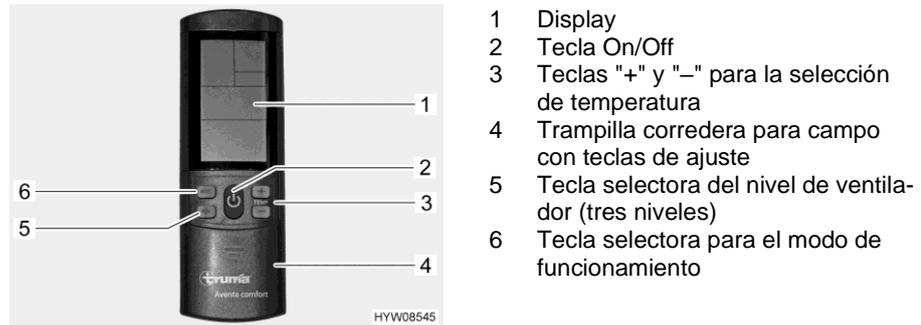

Fig. 137 Mando a distancia (instalación de aire acondicionado)
Conectar: ■ Pulsar la tecla On/Off (Fig. 137,2). Se aceptarán los ajustes seleccionados más recientemente.
■ Ajustar la temperatura deseada con las teclas "+" y "-" (Fig. 137,3).
Desconectar: ■ Pulsar la tecla On/Off (Fig. 137,2). La iluminación todavía puede ser manejada.
- Pulsar la tecla On/Off (Fig. 137,2).
- Pulsar la tecla selectora Modo de funcionamiento (Fig. 137,6) hasta que aparezca el símbolo de refrigeración (Fig. 137,1) en el display.
- Ajustar la temperatura deseada con las teclas "+" y "-" (Fig. 137,3).
- Ajustar el nivel de ventilador deseado con la tecla selectora "🌀" (Fig. 137,5).
- Pulsar la tecla selectora Modo de funcionamiento (Fig. 137,6) hasta que aparezca el símbolo de calefacción (Fig. 137,1) en el display.
- Pulsar la tecla selectora Modo de funcionamiento (Fig. 137,6) hasta que aparezca el símbolo de aire de circulación (Fig. 137,1) en el display.